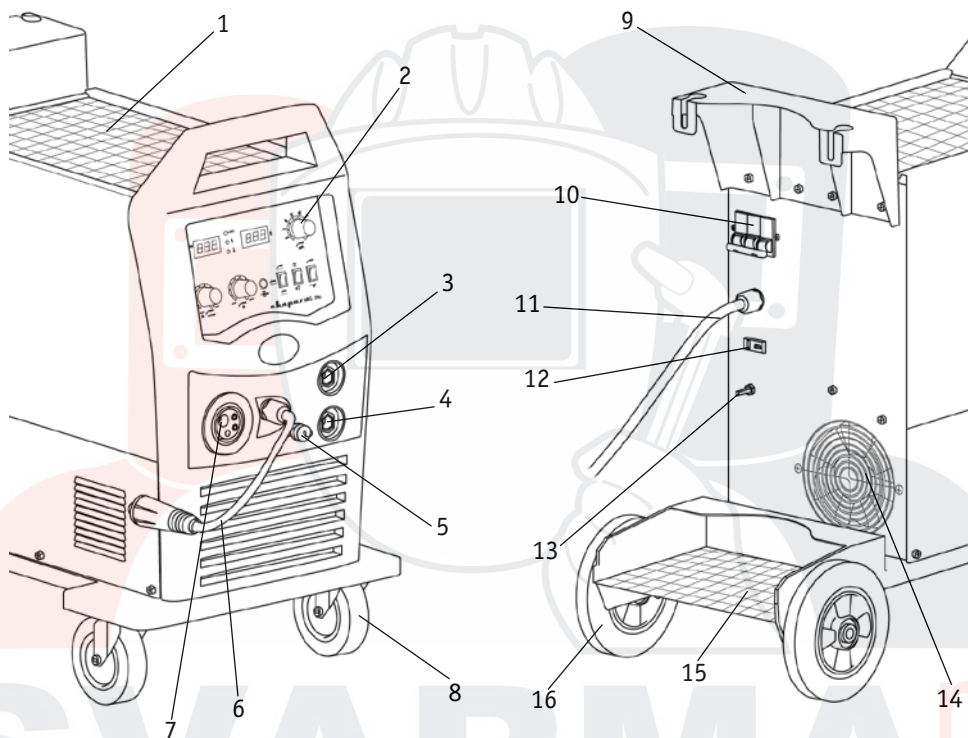

Рис. 6.1. Вид источника питания спереди и сзади.
1. Подсоедините газовый шланг к газовому разъёму аппарата (См. рис. 6.1, п. 13) и к газовому редуктору на баллоне.
2. Подключите сварочную горелку для MIG/MAG сварки в «евроразъём» на передней панели сварочного аппарата (См. рис. 6.1, п. 7).